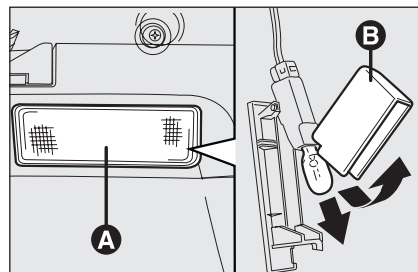

fig. 45
- enlever le plafonnier **A-fig. 45** en faisant lever dans le point indiqué par la flèche.